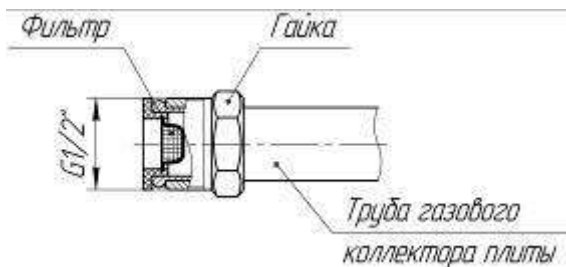

Рис. 1. Конструкция газопровода плиты
3) На плите предусмотрен подвод газа, что позволяет присоединять её к магистральному газопроводу с помощью гибкого шланга. На выходе газового коллектора плиты расположена гайка с наружной цилиндрической резьбой G1/2", предназначенная для подключения плиты к сетевому газопроводу (см. Рис. 1). Для подключения газа к плите, необходимо установить фильтр (входит в комплект).